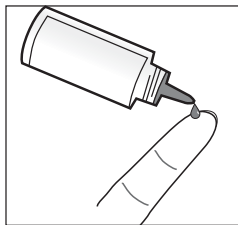

Figura 19
- Apriete nuevamente la botella para obtener una segunda gota sobre una superficie no absorbente y limpia o sobre la punta de su dedo. Véase la figura 19.